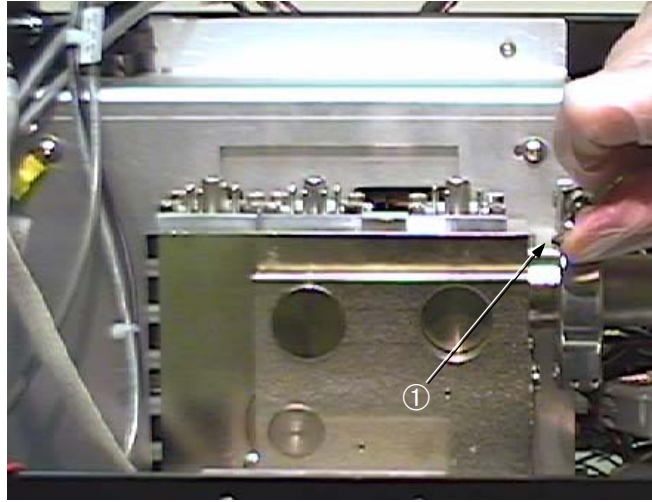

Abbildung 4-5 Schnelltrennschelle KF-25
7. Lösen Sie die Schnelltrennschelle KF-25 (ISO NW-25) ①, um das Spektrometerrohr vom Vakuumsystem des 979 zu trennen (Abbildung 4-5).